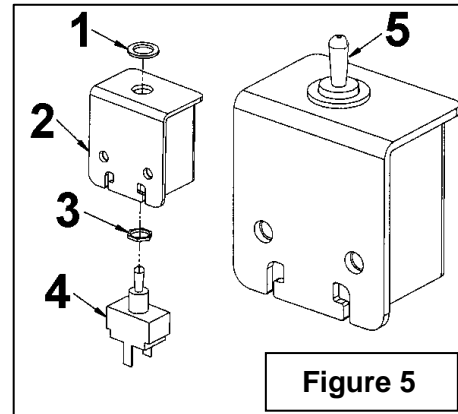

Figure 5
1. **Figure 5:** Insérer l'interrupteur (item 4) dans le boîtier (item 2) et fixer dans l'ordre illustré avec les deux écrous inclus avec l'interrupteur (items 1-3). Visser le capuchon de caoutchouc (item 5) sur l'interrupteur.